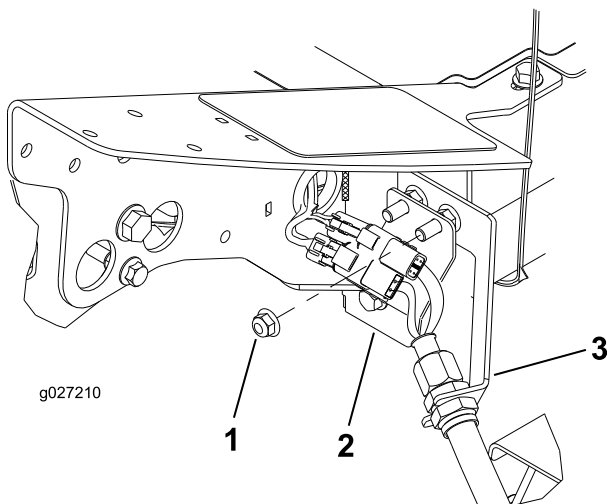

Figure 1
1. Sur le coin avant gauche du cadre (emplacement du plateau de coupe n° 4), retirez l'écrou à embase supplémentaire sur le boulon qui fixe le support de cloison à la machine (Figure 1).
3. Insérez la plaque du connecteur sur les boulons de montage sur cloison en positionnant les connecteurs comme montré à la Figure 1.